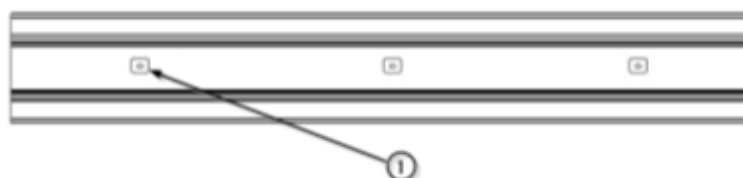

Fig.6 Puncte de ancorare ale echipamentului ICARUS
- Pentru a repune panoul frontal ①, trebuie doar să îl fixați în poziție urmând direcția șasiului până când panoul frontal ajunge la capăt și să introduceți șurubul de fixare ②.
- Localizați punctele de ancorare ① ale echipamentului indicate în planul de instalare atașat. (Vezi Fig.6)